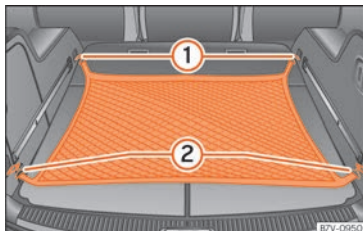

Fig. 177 Nel bagagliaio: rete per bagagli appesa.
- Agganciare la rete per bagagli agli occhielli di ancoraggio »» **fig. 177** ① e ②.
- Sganciare i ganci della rete per bagagli dagli occhielli di ancoraggio »» **fig. 177** ① con cautela.
- Sganciare i ganci della rete per bagagli dagli occhielli di ancoraggio »» **fig. 177** ② con cautela.